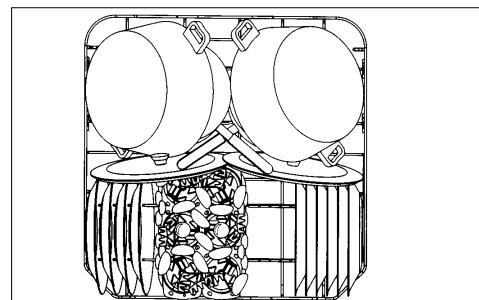

Abb. 9
**Anordnen des Geschirrs im Unterkorb (siehe Abb. 9)**